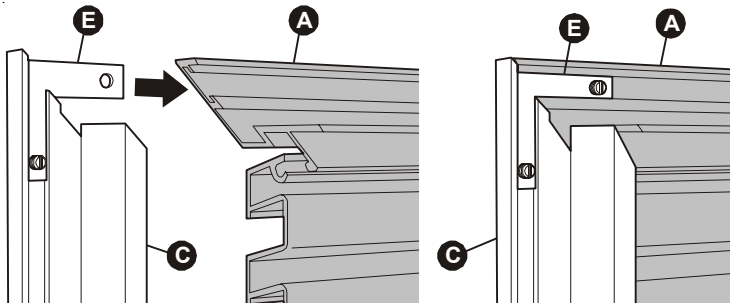

Figura 4
- Una cada moldura lateral (B y C) con la moldura superior (A). Asegúrese de que los extremos de la parrilla ya armada queden atrapados en el canal de cada moldura lateral, y luego utilice cinta adhesiva para mantener las piezas en su lugar. Fije cuidadosamente los soportes (E) a la moldura superior (A) ajustando los tornillos de fijación (F), sólo hasta que queden ceñidos, para evitar que se forme un hoyuelo en el frente de la moldura. Vea la figura 4.